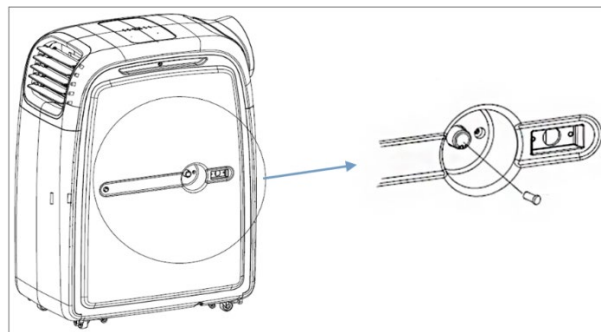

Fig. 3
- Si le réservoir d'eau est plein, les codes « E4 » en mode déshumidification et refroidissement et « E4 » en mode chauffage s'affichent sur l'écran LED. Le compresseur arrête de fonctionner. Veuillez ouvrir le bouchon de l'orifice de drainage et laissez l'eau s'écouler dans un tuyau de drainage (voir fig. 3). Puis, veuillez refermer le bouchon. Le code affiché disparaît de l'écran LED et l'appareil reprend la mise en service.